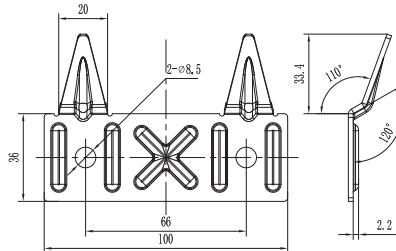

Fig. 3
2. Pasi të zgjidhni vendin e montimit, bëni dy vrima në mur me thellësinë e duhar dhe futni vidat, ktheni grepin lart, shtrëngoni bullonat mirë dhe më pas instaloni ngrohësin e ujit mbi të (shih fig.3).